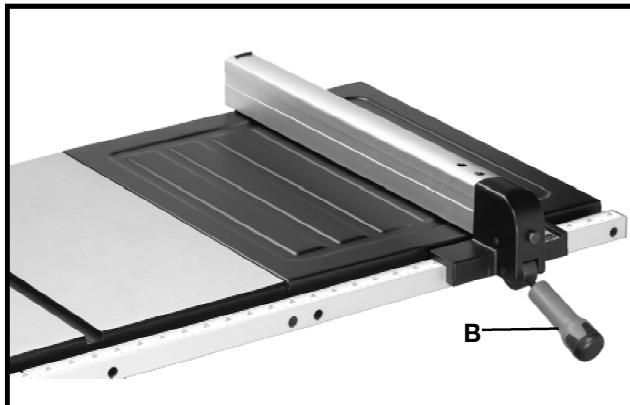

Fig. 22
2. Abaisser le guide longitudinal sur la table comme indiqué à la fig. 22, en s'assurant que l'arrière se fixe bien au-dessus du bord arrière de la table.
3. Le guide longitudinal est généralement utilisé sur le côté droit de la table de la scie. Soulever la poignée (B) et positionner le guide sur la table. Abaisser la poignée (B) pour verrouiller le guide en place sur la table de la scie.